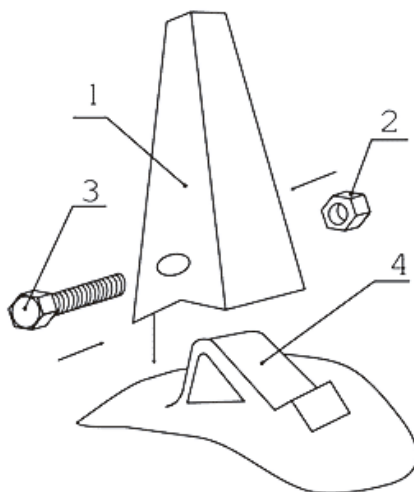

Рис. 1
- крепящиеся при помощи болта - см. рис.1. ,